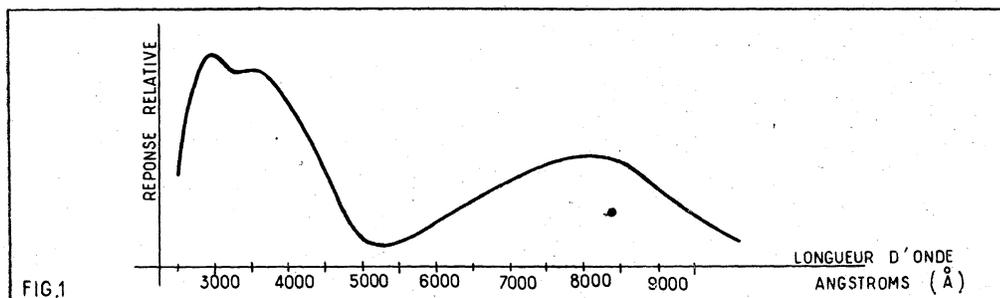

FIG. 1. — Cathodes au césium sur argent oxydé.
Le courant d'obscurité des cellules à l'argent-césium est relativement important en raison du faible potentiel de sortie de leur cathode. Elles sont, de ce fait, peu employées dans les mesures où on leur préfère d'autres types à ce point plus avantageux. Leur sensibilité à l'infrarouge est dans ce domaine considérée comme un inconvénient. Précisons pour terminer que la sensibilité des cellules au césium sur argent oxydé est en général de l'ordre de $20 \mu\text{A}/\text{lu}$. Nous donnons en figure 1, ci-dessous, la courbe de réponse spectrale d'une telle cellule (courbe approximative).
Revenons maintenant au multivibrateur. La cathode de V_1 étant considérée comme électrode d'entrée est reliée à R_2 , P_1 et C_1 et au commutateur I_0 qui permet d'appliquer à l'oscillateur une des trois tensions de synchronisation provenant de la tension à étudier (pos. 1) prélevée sur l'amplificateur vertical (voir point « Sy int » fig. 1), de la tension à 50 c/s (pos. 2) ou d'une source extérieure de synchronisation (pos. 3).